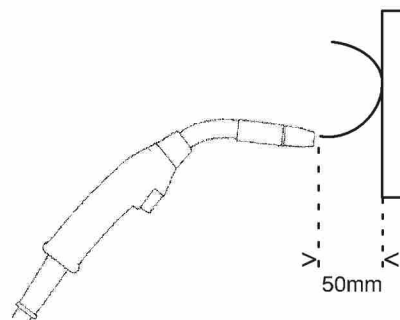

Fig. 2
- Cuando se coloca la antorcha a aproximadamente 50 mm del pedazo de madera, el alambre debe ser alimentado hacia afuera, quedando doblado (fig. 2).